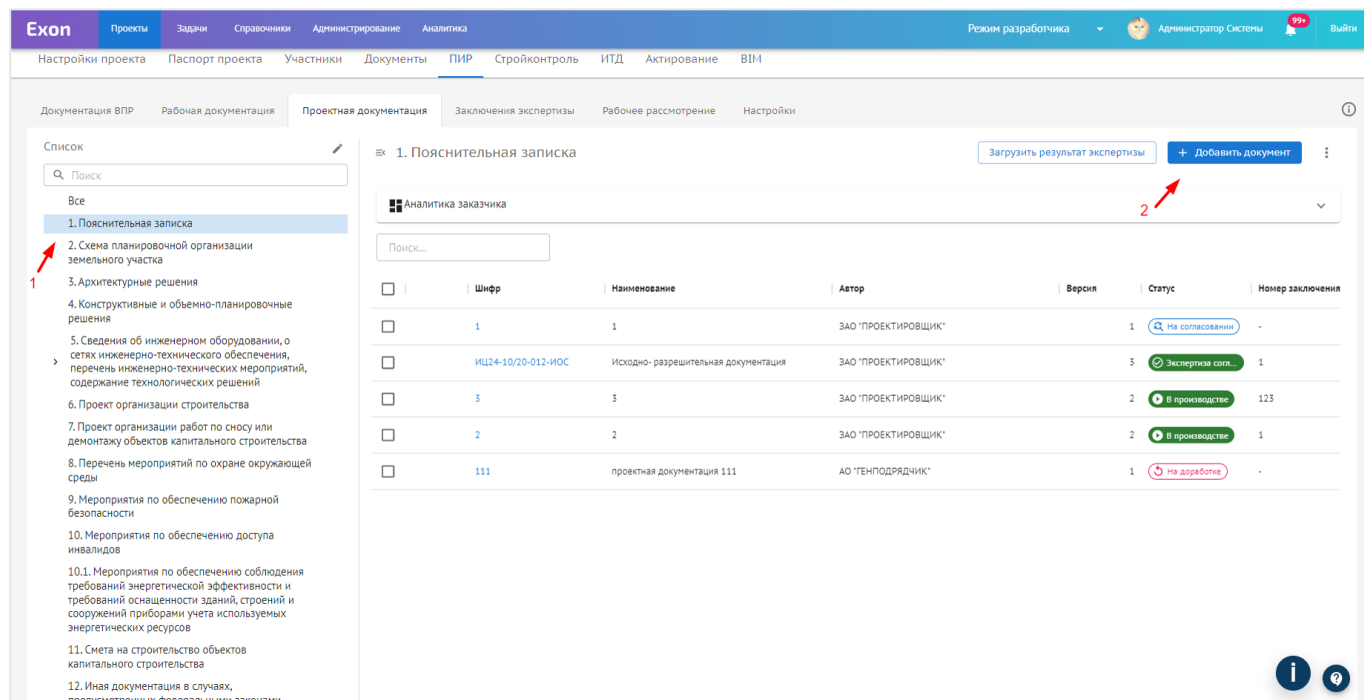

Рис. 54 - Добавление документа во вкладку Проектная документация
3. Перейти в нужный раздел (1) и нажать на «Добавить документ» (загружаемый файл попадет именно в него) (рис. 54);